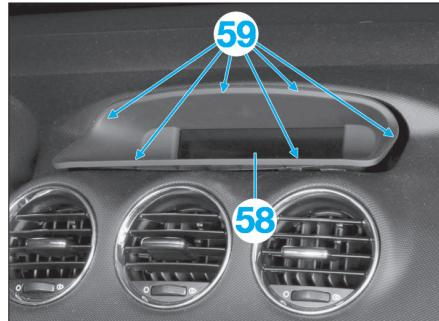

Fig. 32
- Dégrafer en (59) le support de l'écran multifonction (58) (Fig.32).